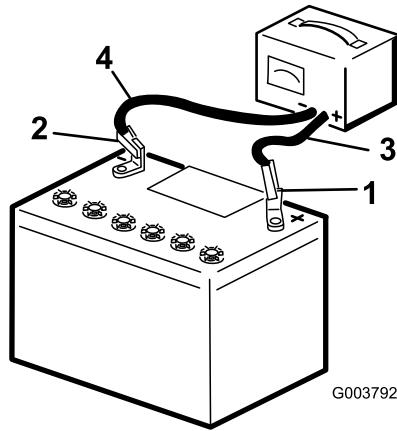

Рисунок 37
3. Заряжайте аккумулятор в течение 10-15 минут током 25-30 Ампер, или 30 минут током 4-6 Ампер (Рисунок 37). Не допускайте избыточного заряда аккумулятора.
4. После полного заряжения аккумулятора отсоедините зарядное устройство от электророзетки и штырей аккумулятора (Рисунок 37).